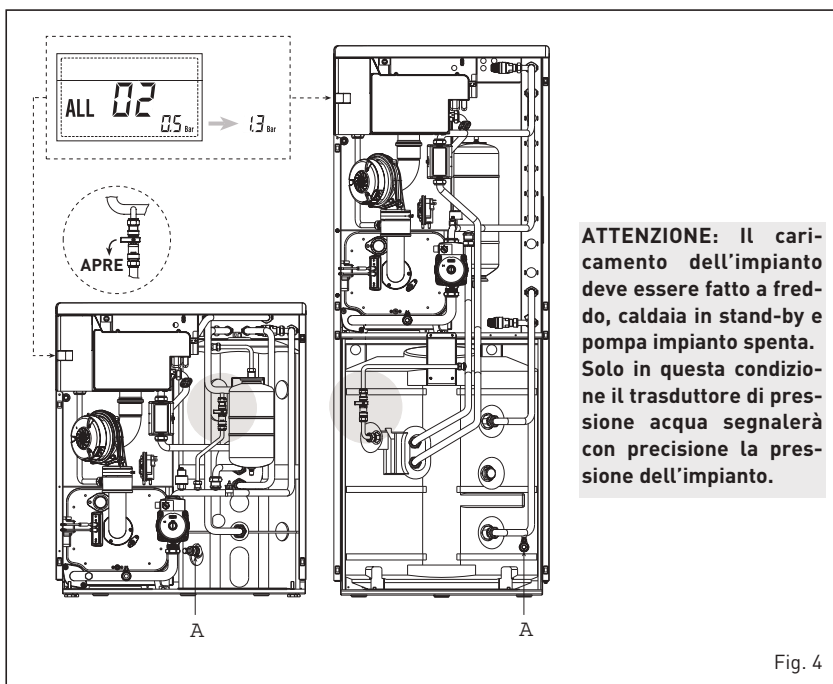

Fig. 4
2.5 FASE INIZIALE RIEMPIMENTO IMPIANTO (fig. 4)
2.5.1 Svuotamento del bollitore (fig. 4)